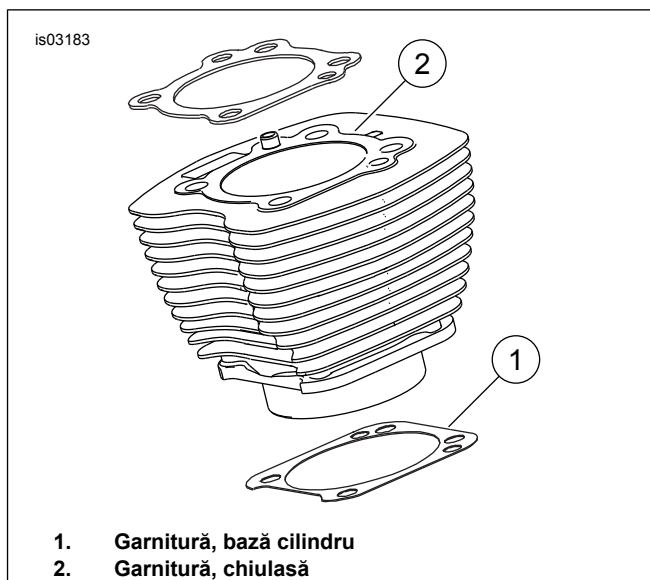

Figura 1. Garnituri cilindru
- Consultați Figura 1. Garnitura de bază de 103,1 mm (4 in) (1) și garnitura de chiulasă (2) elimină necesitatea garniturilor inelare. Nu utilizați garnituri inelare pe diblurile cilindrului sau pe cepul cilindrului.
- Când montați noua garnitură de bază (1), instalați cu partea în relief în jos și partea concavă în sus.